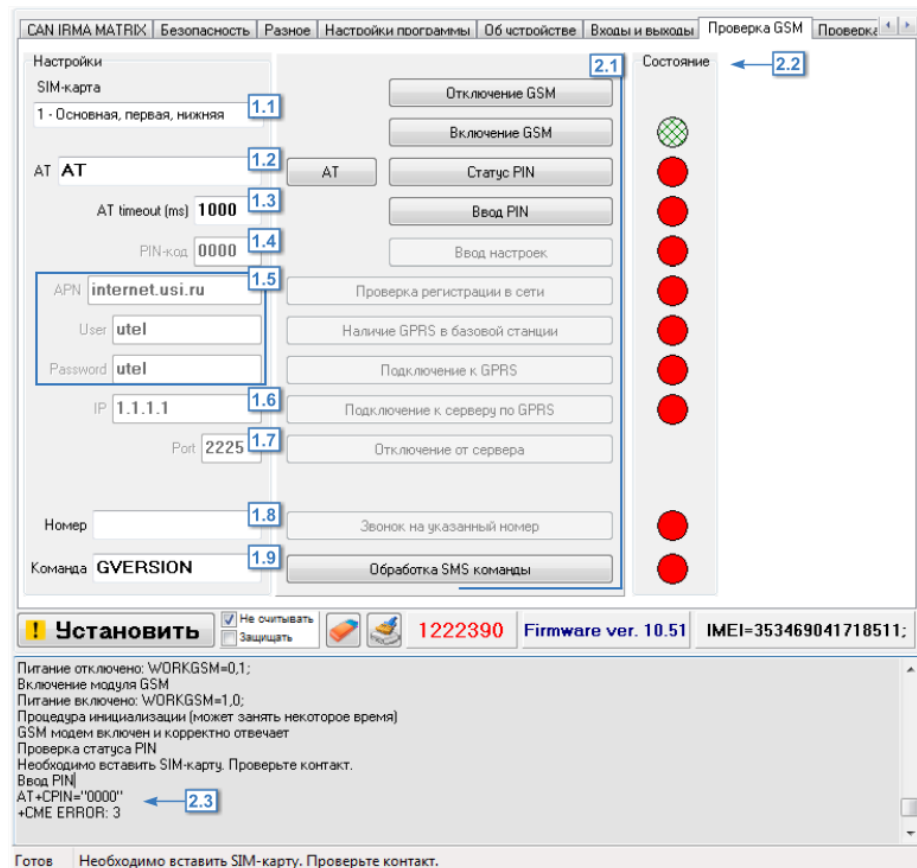

Рис.88. Вкладка Контроль. Проверка GSM.
2. Проверка GSM модема прибора. Перед началом проверки модема необходимо выбрать SIM-карту, с которой будет проверяться модем (**Рис.88, п. 1.1**).
Для проверки модема нажимайте кнопки с командами (**Рис.88, п. 2.1**) в порядке их расположения. Обработка каждой команды занимает некоторое время. Состояние обработки команды можно отслеживать при помощи индикаторов состояния (**Рис.88, п. 2.2**) и в строке состояния (**Рис.88, п. 2.3**).
14. Выполните звонок на указанный в поле 1.8 (**Рис.88**) номер (кнопка Звонок на указанный номер). При голосовом вызове светодиод «GSM» горит постоянно.
15. Проверьте работу модема с SMS командами. Введите команду в поле 1.9 (**Рис.88**) и нажмите кнопку «Обработка SMS команд».